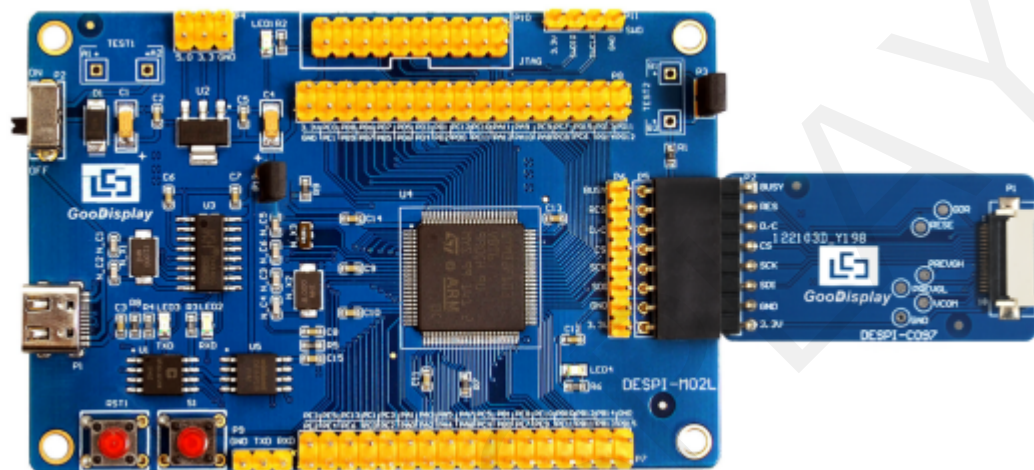
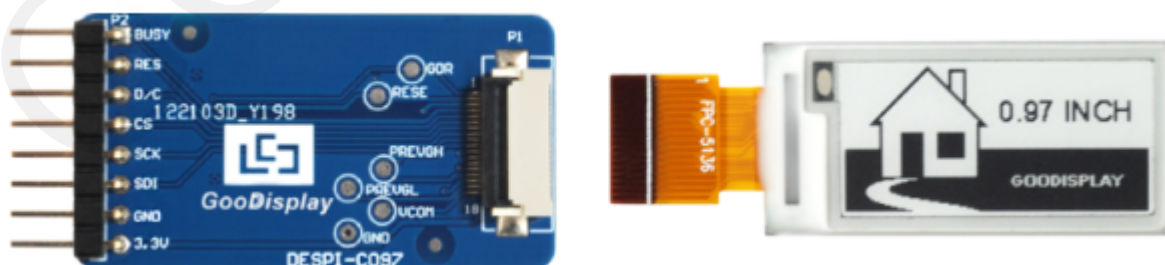

图 3 主板与转接板连接方式
图4 电子纸显示屏与转接板插接示意图
1) 将主板和转接板以图3所示方式相连，将电子纸显示屏FPC以图4所示方式连接至转接板的连接器。